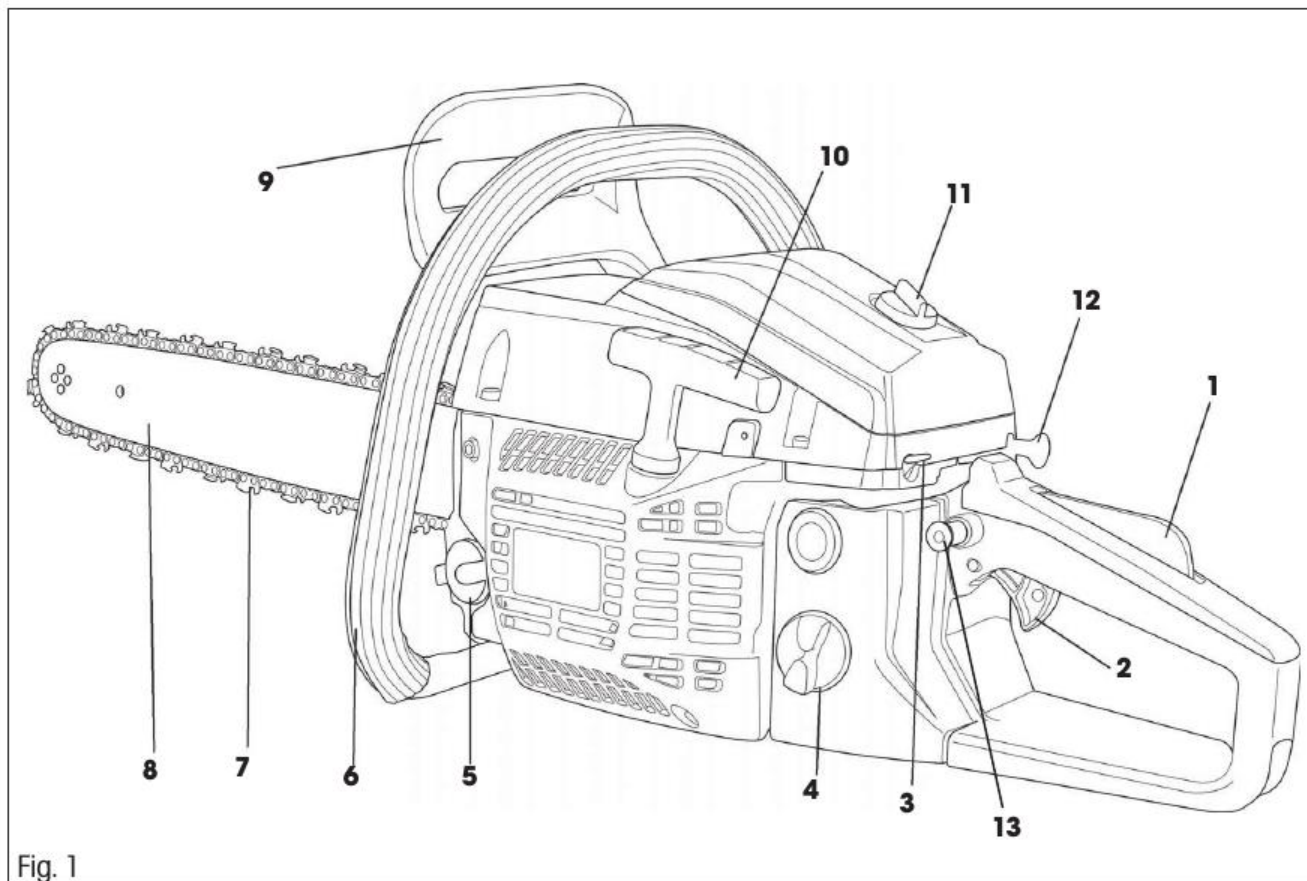

Fig. 1
- Pârghia frânei de siguranță (fig. 1 punctul 9) trebuie să fie decuplată (trageți-o spre mânerul de sus)
### **Frâna de lanț (fig. 1, punctul 9)**
- Împingeți înainte pârghia frânei (fig. 1, punctul 9). Lanțul ar trebui să se oprească imediat.